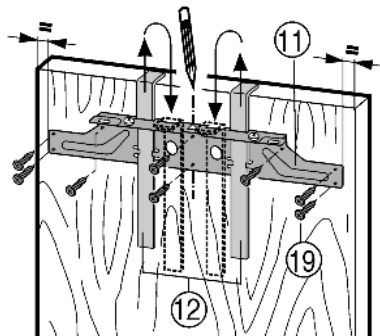

Fig. 14
- Навесьте крепежную поперечину Fig. 14 (11) с монтажными вспомогательными элементами Fig. 14 (12) на внутреннюю сторону мебельной дверцы.
- Выравнивание крепежной поперечины Fig. 14 (11) по центру: начертите короткую центральную линию на мебельной дверце, совместите с ней острие стрелки поперечины.
- Прикрутите крепежную поперечину Fig. 14 (11) по меньшей мере 6 винтами Fig. 14 (19).
- Прикрутите крепежную поперечину Fig. 14 (11) 4 винтами Fig. 14 (19) по краю.
- Вытяните вверх монтажные приспособления Fig. 14 (12) и, развернув, вставьте их в расположенные рядом приемные отверстия.